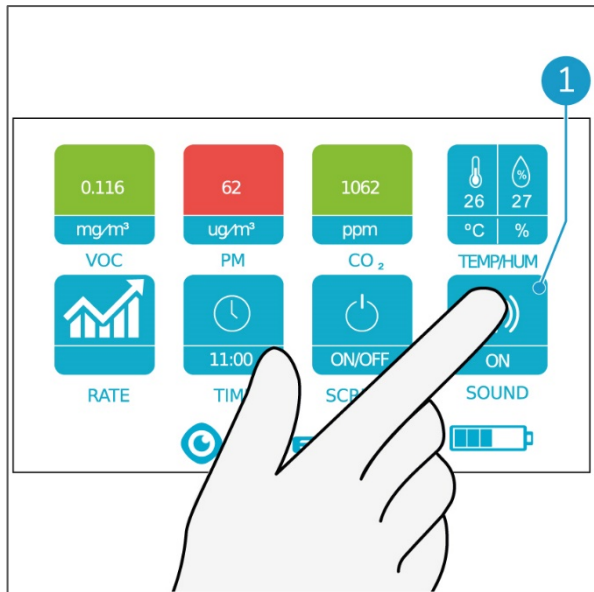

Figure 23
1. Touchez du doigt le bouton SOUND (Figure 23, position 1) pour activer ou désactiver le son.